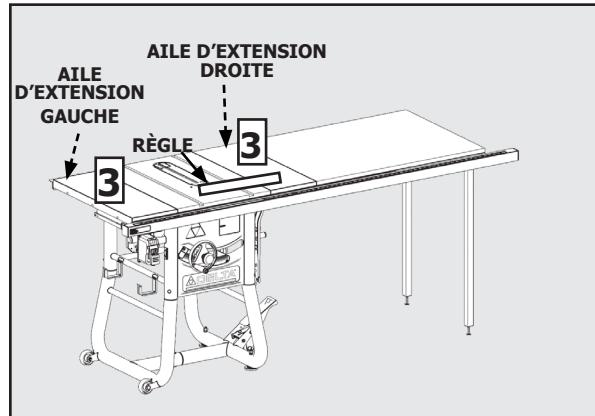

FIGURE 9
- Le couteau diviseur est installé dans la position de coupe basse, non traversante. Pour fixer les doigts anti-retour et les ensembles protège-lame, le couteau diviseur doit être en position relevée, comme indiqué sur la Figure 9. Pour lever et abaisser le couteau diviseur, voir Réglages de la hauteur du couteau diviseur à la page 50.